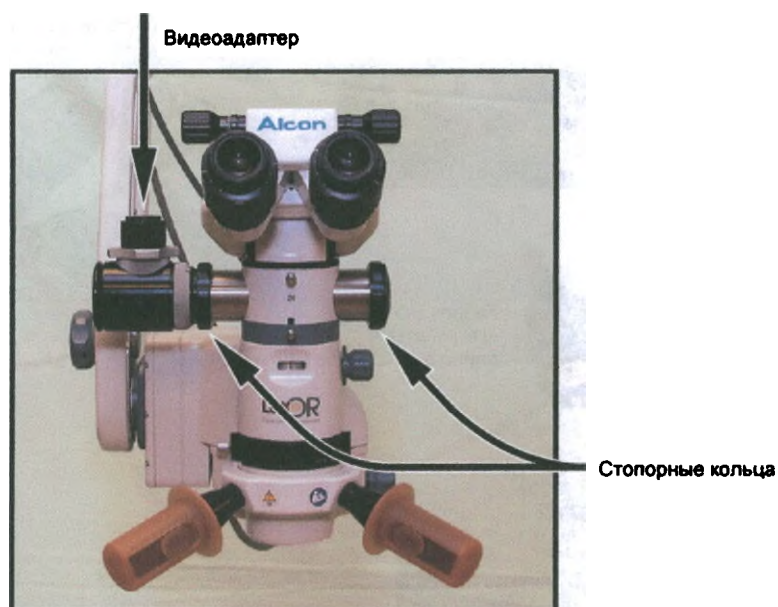

Рисунок 6-4 Установка видеоадаптера
- Снимите крышку порта с удобной для врача стороны делителя луча, открутив стопорное кольцо. Надежно вставьте видеоадаптер и затяните его стопорным кольцом, Рисунок 6-4.